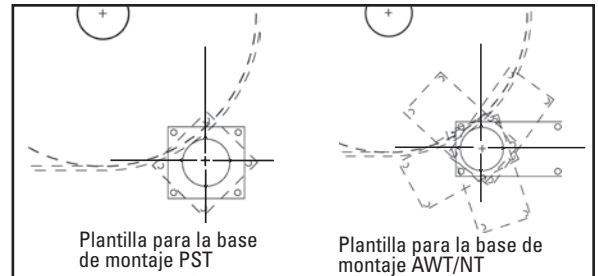

Figura 3 Centre la muesca grande de los orificios de la plantilla en la marca del centro del eje, gire al ángulo deseado y marque los orificios
- Ubicación del eje demasiado hacia adentro: Si no hay espacio en el contacto inicial de la hoja/banda (Figura 3), es posible que la punta de la hoja no haga contacto con la banda. En este caso, la hoja se empuja hacia fuera y pierde su efecto de corte (limpieza). La hoja también puede desarrollar una aleta en la punta que puede atrapar el material.
- Marque y corte los orificios de la base de montaje.** Con la plantilla de la base de montaje que se proporciona en el paquete de instrucciones, coloque el orificio grande del eje de la plantilla en el chute con las muescas del orificio alineadas con las líneas del esquema. Trace el orificio del eje y los orificios de montaje (Figura 3). Cada base se puede colocar en cualquier posición 360° alrededor del eje siempre que el punto central del eje no cambie. Corte los orificios en ambos lados del chute.